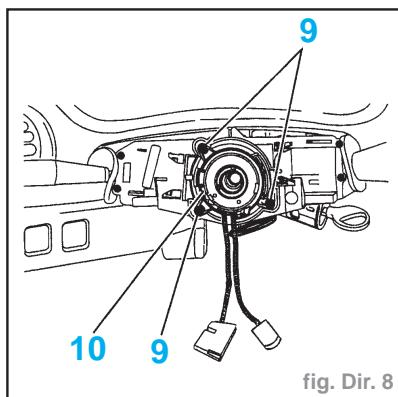

fig. Dir. 8
- Déposer les fixations (9) (fig. Dir. 8).
- Dégager les faisceaux du contacteur tournant (10) au-travers du support combinateur.